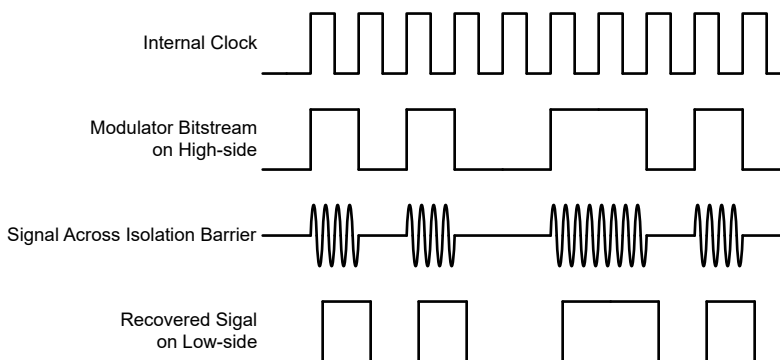

図 7-3. OOK ベースの変調方式
図 7-3 に示されているように、AMC0x36-Q1 は、オン / オフ キーイング (OOK) 変調方式を使用して、変調器の出力ビットストリームを、 SiO_2 ベースの絶縁膜間で伝送します。送信ドライバ (TX) を 機能ブロック図 示します。TX は、内部で生成された高周波キャリアを絶縁バリア越しに送信し、デジタル 1 を表現します。ただし、TX はデジタル 0 を表す信号を送信しません。AMC0x36-Q1 で使用されるキャリアの公称周波数は 480MHz です。